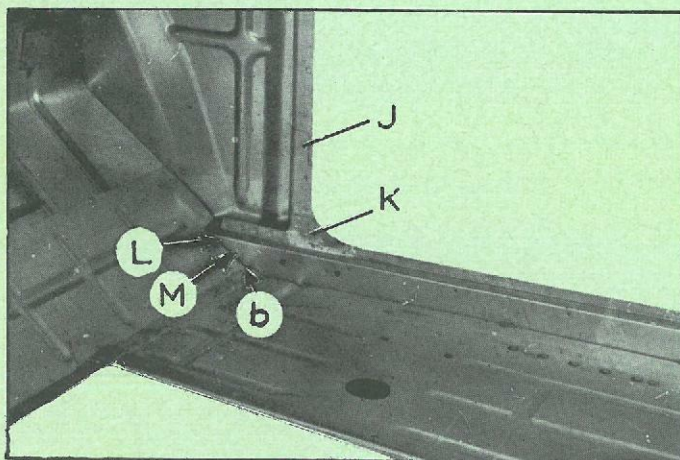

Fig. 2
- G et symétriquement (fig. 2)
- C₁ et symétriquement (fig. 2)
- D₁ et symétriquement (fig. 2)
- CD et symétriquement (fig. 2)
- JK (fig. 2)
- LM (fig. 2)